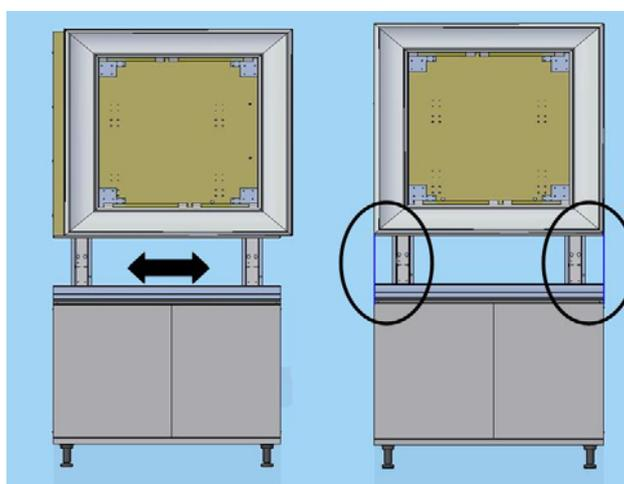

Figura 5
2. Posizionare orizzontalmente la cornice centrandolo rispetto alla base figura 5